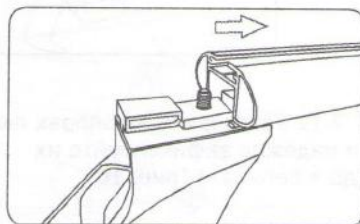

рис. 12
1.2.9 Возьмите ранее подготовленную опору и вставьте её в дугу так, чтобы металлическая гайка и направляющие опоры попали в паз. Доведите опору по пазу дуги до касания с ранее установленной линейкой (рис. 12).